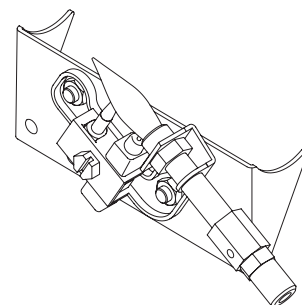
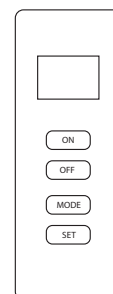

Fig. 18 - Piloto
Fig.19 - Control remoto
6. Con la perilla de control oprimida, presione el botón del encendedor hasta que el piloto se encienda. El piloto está ubicado atrás de la pantalla de la chimenea, centrado cerca de la parte trasera del quemador (Ver Fig. 18).
7. Mantenga oprimida la perilla de control durante (30) segundos después de que el piloto encienda. Suelte la perilla de control.
- Si el piloto se apaga repita los pasos 3 al 7. Espere (1) minuto antes de intentar encender el piloto de nuevo. Si después de varios intentos el piloto todavía se apaga, gire la perilla de control del gas hacia la derecha  a la posición “OFF” y llame a un técnico de servicio calificado.
9. Para usar el control remoto termostático incluido, coloque el interruptor del receptor en la posición “REMOTE” (Ver Fig. 19). Presione el botón ON para encender el control remoto y encender el quemador principal. Consulte el manual de instrucción del control remoto en la página siguiente para las funciones “MODE” y “SET”.